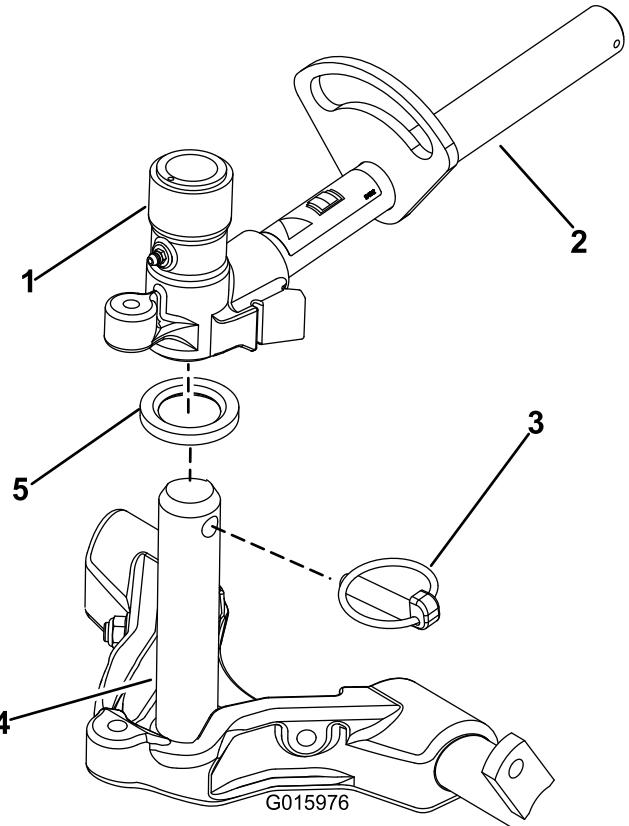

Рисунок 16
- 9. Нанесите чистую консистентную смазку на ось несущей рамы (Рисунок 16).
- 10. У передних режущих блоков: задвиньте режущий блок под подъемный рычаг, вставляя при этом ось несущей рамы в находящуюся над ней поворотную втулку подъемного рычага (Рисунок 16).
- 11. Закрепите ось несущей рамы в поворотной втулке подъемного рычага с помощью шплинта с кольцом (Рисунок 16).
2. Наденьте втулку подъемного рычага на ось несущей рамы (Рисунок 16).